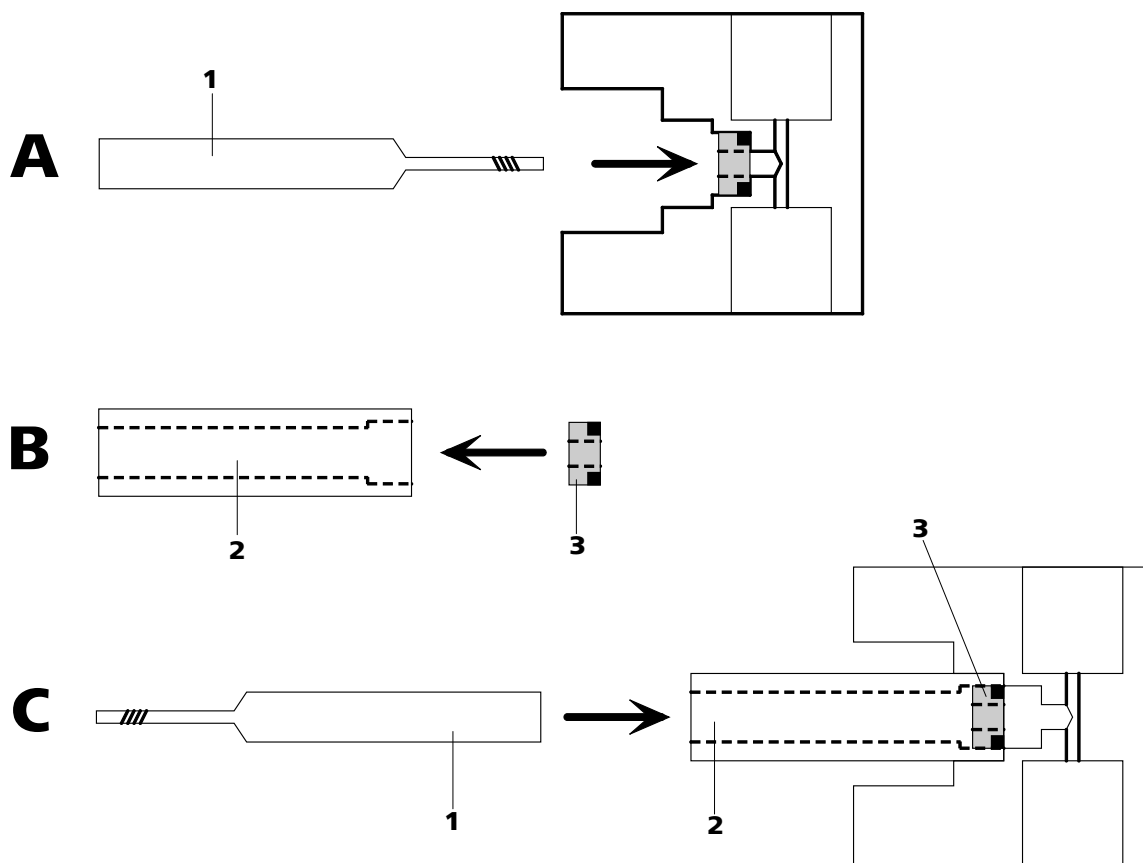

Figura 37 Cambiar la junta de pistón
- Enrosque la herramienta especial (37-1) por el lado estrecho en la junta de pistón y extraiga esta última (véase Figura 37, página 76).
- Inserte con la mano la nueva junta de pistón en la cavidad de la herramienta especial (37-2)(véase Figura 37, página 76).El resorte de junta debe encontrarse en el lado exterior.
- Introduzca la herramienta especial (37-2) con la junta de pistón en el cabezal de bomba (17-4) y empuje la junta con la herramienta especial (37-1) al interior de la cavidad del cabezal de bomba (véase Figura 37, página 76).